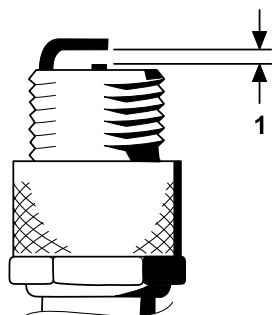

Figura 34
- Impostate la distanza tra il centro e il lato degli elettrodi a 0,76 mm, come illustrato nella Figura 34.